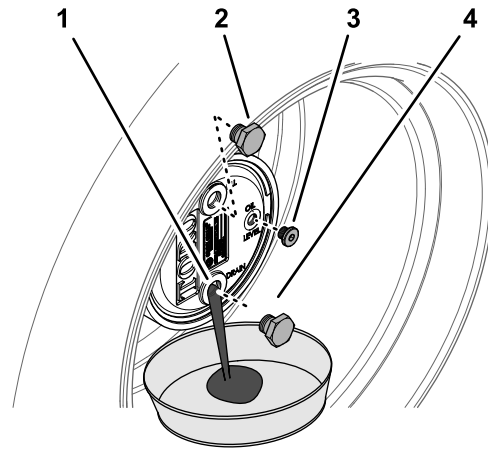

Figure 101
- Enlevez le bouchon de remplissage de la position 12 heures et le bouchon de contrôle de la position 3 heures (Figure 101).
- Placez un bac de vidange sous le moyeu du train planétaire, enlevez le bouchon de vidange à la position 6 heures et vidangez toute l'huile (Figure 101).
- Insérez le bouchon de vidange dans l'orifice de vidange du carter de train planétaire (Figure 101).